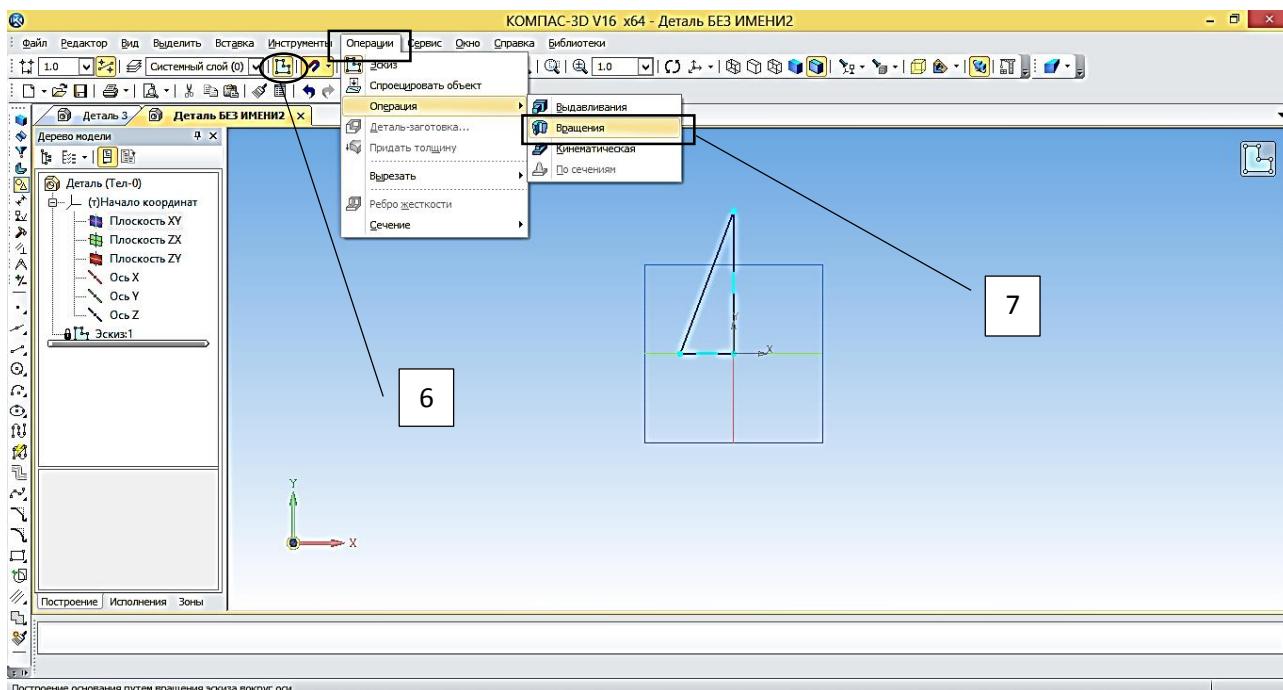

Рисунок 31 – Последовательность выбора операции **Вращения**
11. нажмите меню **Операция** и выберите  - **Операция вращения** (рисунок 31);